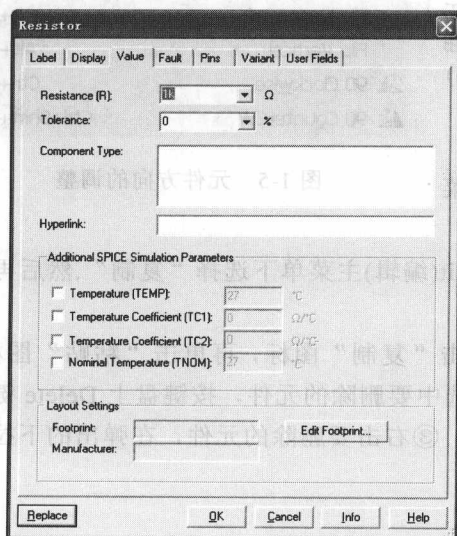
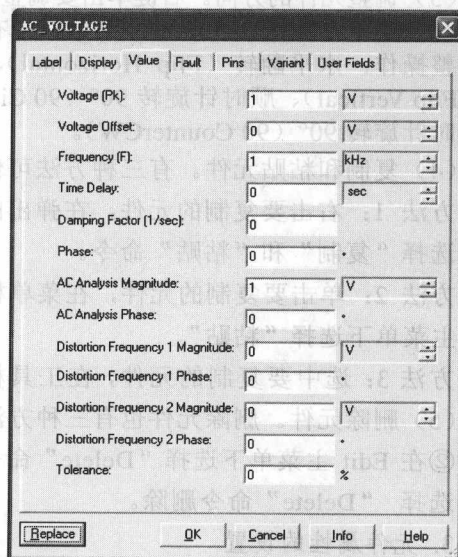

图 1-8 电阻的 Value 选项卡
图 1-9 交流电压源的 Value 选项卡
(3) **Value** 选项卡。用于设置元件的参数。如电阻, 可以设定其阻值和单位, 还可以设定电阻的误差值等, 如图 1-8 所示; 如交流电压源, 除设定其有效值、单位外, 还可设定频率和相位等, 如图 1-9 所示。